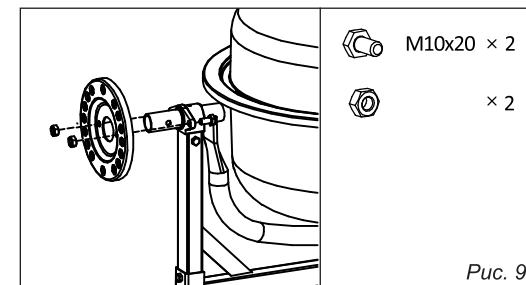

Рис. 9
5. Наденьте фиксирующий диск на ось со стороны опоры, совместите отверстия. Ободок диска смотрит внутрь. Стяните комплектом крепежа M10 (рис. 9).